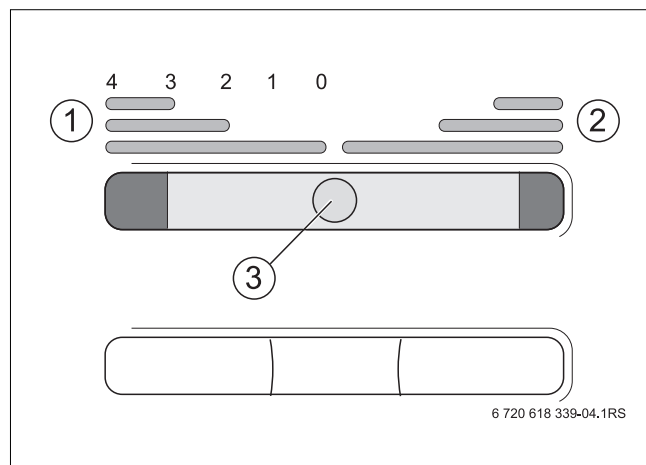

Bild 12 Verbrennungsluftschieber an der Aschetür
- ▶ Verbrennungsluftschieber [3] von der Mittelstellung ausgehend nach rechts führen (→ Bild 12)
- ▶ Verbrennungsluftschieber [3] von der Mittelstellung ausgehend nach links führen (→ Bild 12).
- ▶ Verbrennungsluftschieber nach rechts schieben, um die Heizleistung einzustellen (→ Bild 12).